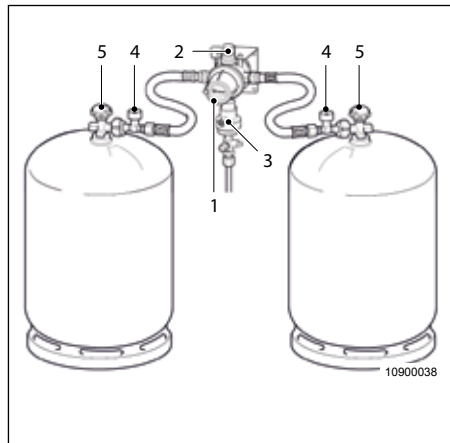

Fig. 88 Truma DuoControl CS
Le sélecteur de la bouteille de gaz (Fig. 88, pos. 1) permet de déterminer manuellement la bouteille qui sera utilisée ainsi que la bouteille de réserve.
Sur le regard « État bouteille de service » (Fig. 88, pos. 2) s'affiche l'état actuel du prélèvement de gaz :
La bouteille de gaz déterminée par le biais du sélecteur des bouteilles (Fig. 88, pos. 1) sera vidée en premier. Une fois que la bouteille est vide, le témoin rouge (Fig. 88, pos. 4) s'allume si le téléaffichage est affiché et signale que la bouteille est vide.
1. Ouvrir la vanne de sectionnement sur la bouteille à gaz (Fig. 88, pos. 5).
2. Appuyer fermement sur la touche verte du dispositif de sécurité de rupture de tuyau (Fig. 88, pos. 4).
3. Après un remplacement de bouteille ou si la bouteille à gaz a accidentellement cogné contre le DuoControl CS, appuyer sur la touche Reset verte (Fig. 88, pos. 3) pour réinitialiser l'élément déclencheur du capteur de collision.
1. Tourner le sélecteur de bouteille (Fig. 88, pos. 1) de 180° en position Bouteille de réserve.
2. Fermer la vanne de la bouteille à gaz vide. L'affichage d'état sur le télé-affichage (accessoire spécial) passe au vert (Fig. 88, pos. 5).
5. Ouvrir la vanne de la bouteille à gaz pleine et appuyer sur le bouton de sécurité de rupture de tuyau (Fig. 88, pos. 4). L'affichage d'état du télé-affichage (accessoire spécial) reste vert (Fig. 88, pos. 5).
6. Une fois la bouteille raccordée, tourner brièvement le sélecteur de bouteilles (Fig. 88, pos. 1) en arrière sur la bouteille de gaz pleine pour purger l'installation gaz avec les consommateurs en marche.